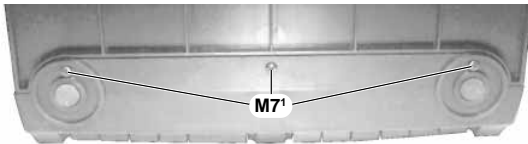
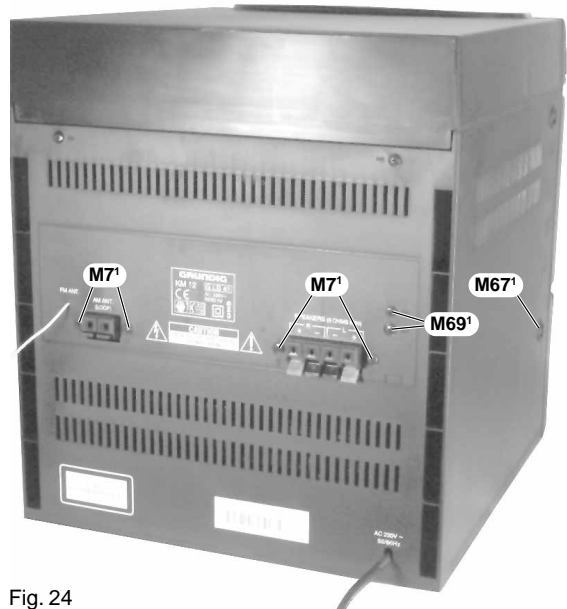

Fig. 23
Fig. 24
- 4 Schrauben **M7¹** (Fig. 24) auf der Geräterückseite und 3 Schrauben **M7¹** (Fig. 23) auf der Geräteunterseite herauserschrauben.
- 2 Schrauben **M69¹** und 2 Schrauben **M67¹** herauserschrauben (Fig. 24).
- Undo the 4 screws **M7¹** (Fig. 24) on the rear and 3 screws **M7¹** (Fig. 23) on the bottom of the mini system.
- Undo 2 screws **M69¹** and 2 screws **M67¹** (Fig. 24).